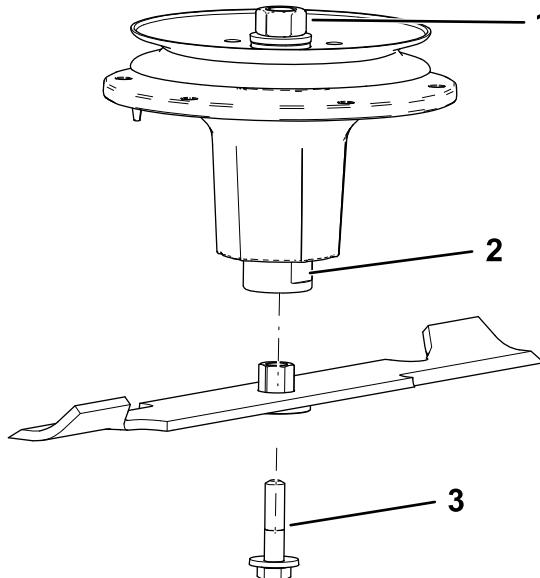

Figure 94
2. Installez l'ensemble douille et lame sur l'axe de pivot (Figure 94).